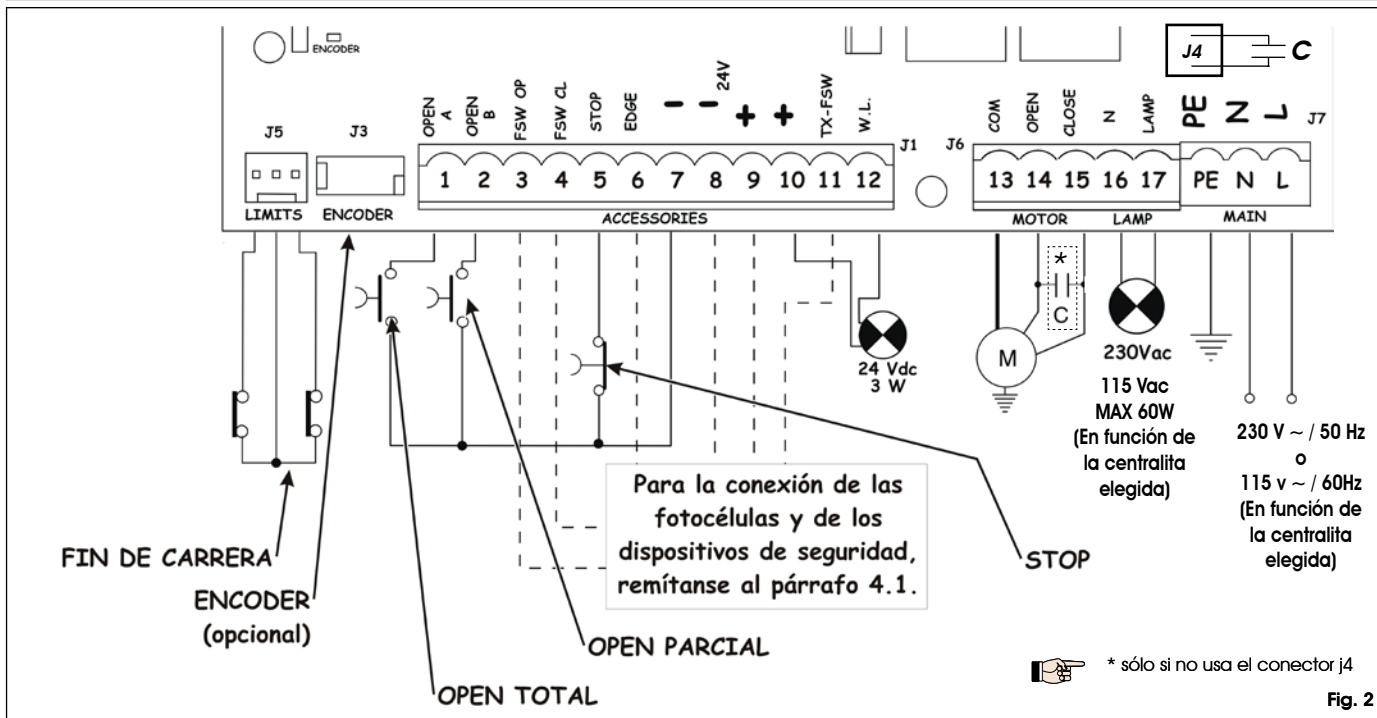

Fig. 2
4.2. Regleta de bornes J7 - Alimentación (fig. 2)	pág.34
4.3. Regleta de bornes J6 - Motores y destellador (fig. 2)	pág.34
4.4. Regleta de bornes J1 - Accesorios (fig. 2)	pág.34
4.6. Conector J6 - Acoplamiento rápido Fin de carrera (fig. 2)	pág.35
4.7. Conector J3 - Acoplamiento rápido Encoder (fig. 2)	pág.35
Conecten el cable de tierra al específico borne previsto en el conector J7 del equipo (véase fig.2).
#### 4.2. Regleta de bornes J7 - Alimentación (fig. 2)
#### 4.3. Regleta de bornes J6 - Motores y destellador (fig. 2)
#### 4.4. Regleta de bornes J1 - Accesorios (fig. 2)